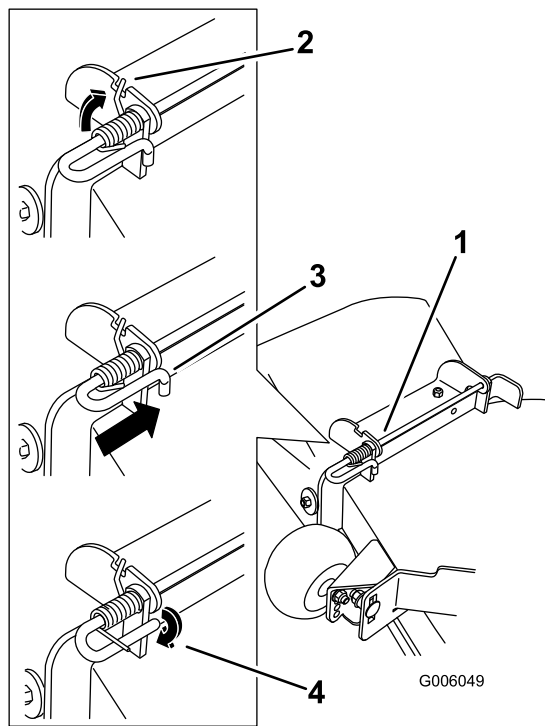

Figure 77
4. Soulevez le côté long du ressort et placez-le dans le cran du support de l'ensemble déflecteur (Figure 77).
5. Fixez l'ensemble tige et ressort en le tournant de sorte à pouvoir placer l'extrémité courte de la tige derrière le support avant soudé au plateau de coupe (Figure 77).